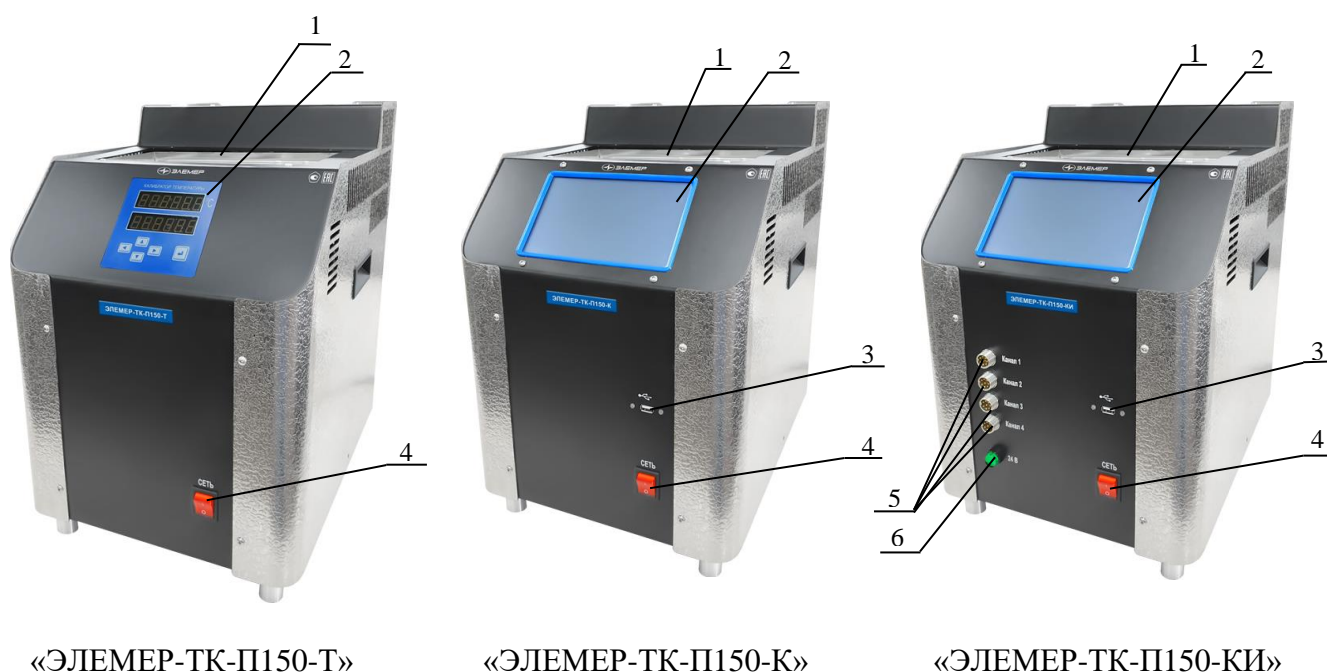

Рисунок 2.1 – Общий вид калибраторов «ЭЛЕМЕР-ТК-П150»
2.3.2.12. На передней панели (см. рисунок 2.1) расположены: двухпозиционный переключатель «СЕТЬ» для включения и выключения калибратора, USB-разъем, кнопка включения питания 24 В термопреобразователей.